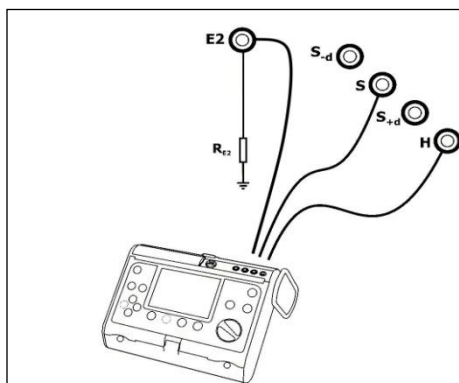

Рис.9 Подключение измерителя.
- подключить измеритель сопротивления заземлений (MRU-XXX) к гнездам согласно Рис.9;